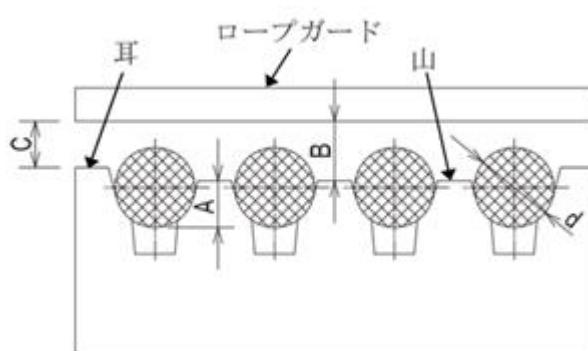

図 5-2：ロープガード取付け寸法
- ① 取付け状態の変化や条痕、及び亀裂等の異常がないこと。
- ② 綱車のロープ溝に規定値以上の摩耗^{※1}、及びロープスリップ等の異常がないこと。
- ③ 軸受に異常音、及び異常振動等がないこと。
- ④ ロープとロープ外れ止め間の隙間寸法は図 5-2、及び表 5-2 の基準を満たし、ロープ外れ止めの干渉等の異常がないことを確認すること。